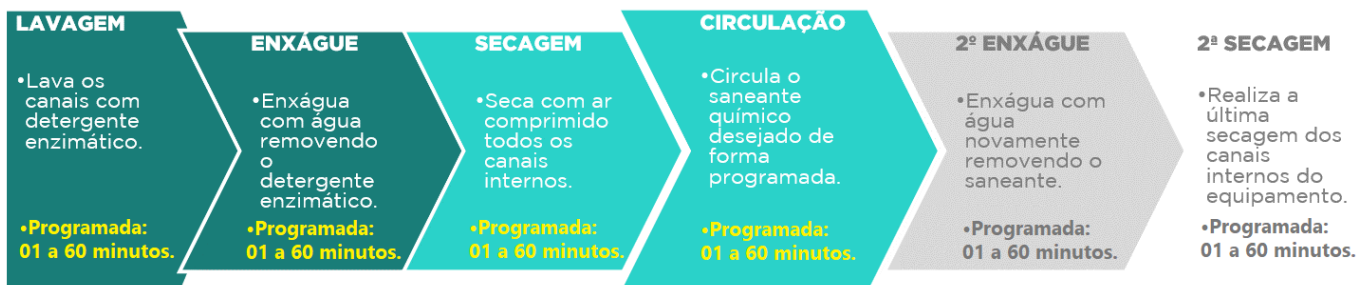

Figura 3. Fluxograma de reprocessamento
- Ciclo automático: Realiza as etapas de lavagem, enxágue, secagem, circulação, enxágue e secagem, podendo variar entre 06 minutos a 108 minutos de operação programada conforme mostra a Figura 3. As etapas da função Ciclo Automático obedecem às regras de reprocessamento de um endoscópio conforme as normativas da WEO - World Endoscopy Organization e RDC N°6:2013 ANVISA.